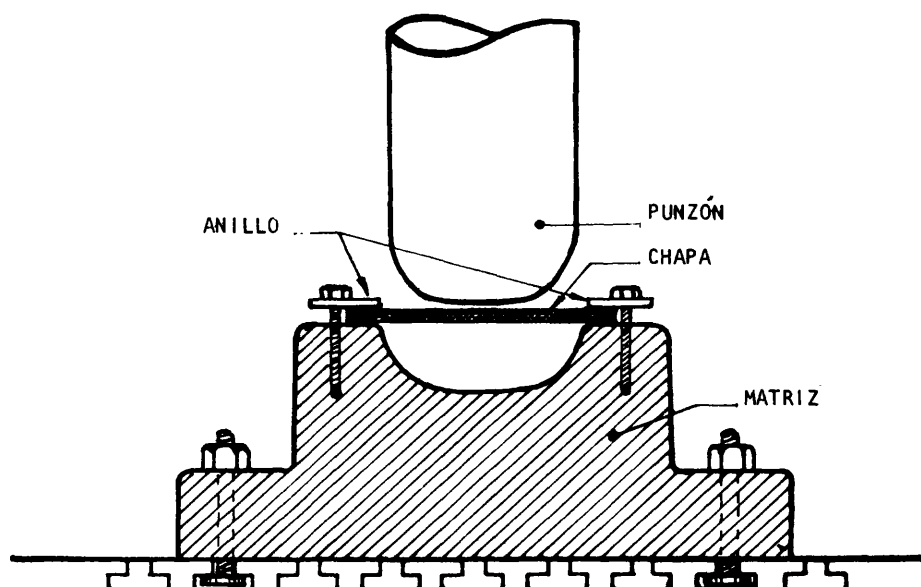

Fig. 3
- c Fije un anillo sobre el disco, apretándolo contra la matriz (fig. 3).